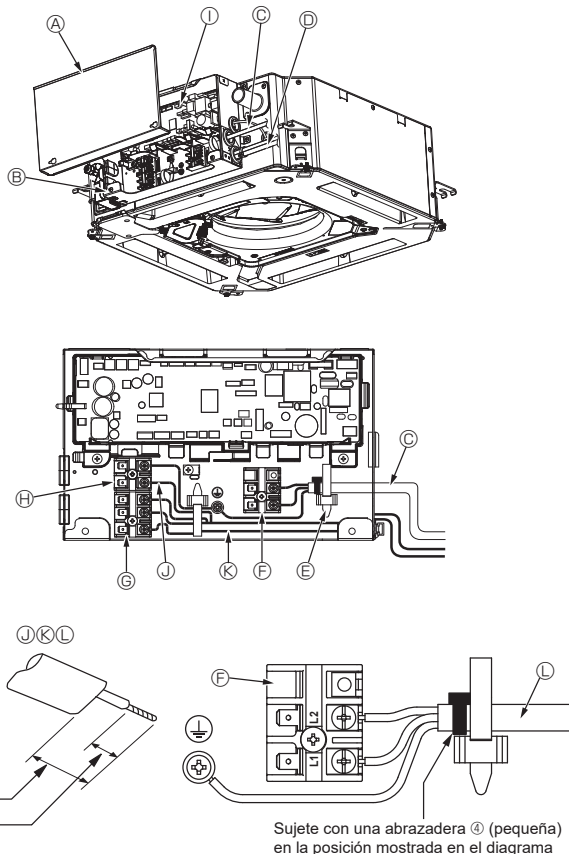
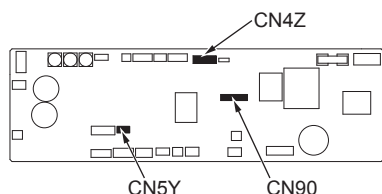
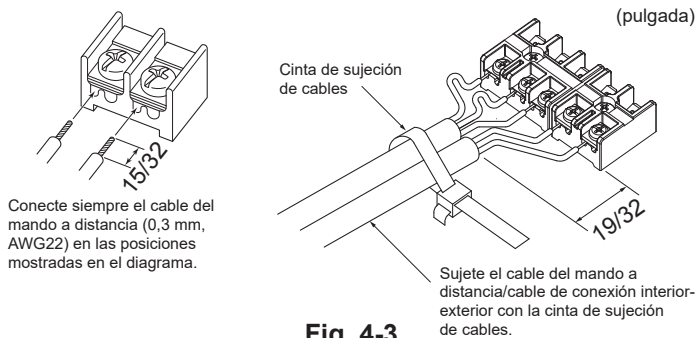

Fig. 4-1
Fig. 4-2
Fig. 4-3
4.1. Unidad interior (Fig. 4-1, Fig. 4-2, Fig. 4-3)